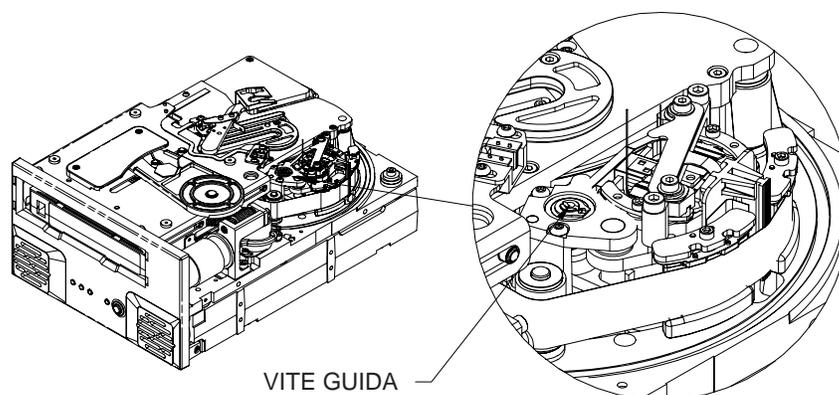

Figura 19. Diagramma del Viper 200 e della vite guida (nastro avvolto su rullo ricevente)
1. Il gruppo testine deve essere in posizione abbassata, per cui occorre ruotare la vite guida (si veda Figura 19) in direzione oraria utilizzando il cacciavite a lama piatta. È indispensabile farlo, perché il braccio di caricamento deve liberare il gruppo testine quando verrà mosso verso la cartuccia.